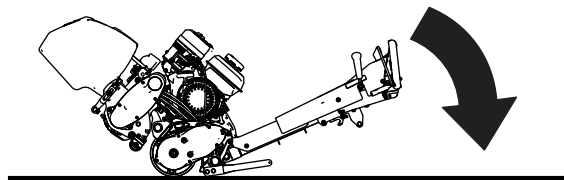

Рисунок 12
- Когда режущий блок подсоединен к машине, опустите рукоятку тягового блока на землю (Рисунок 12).